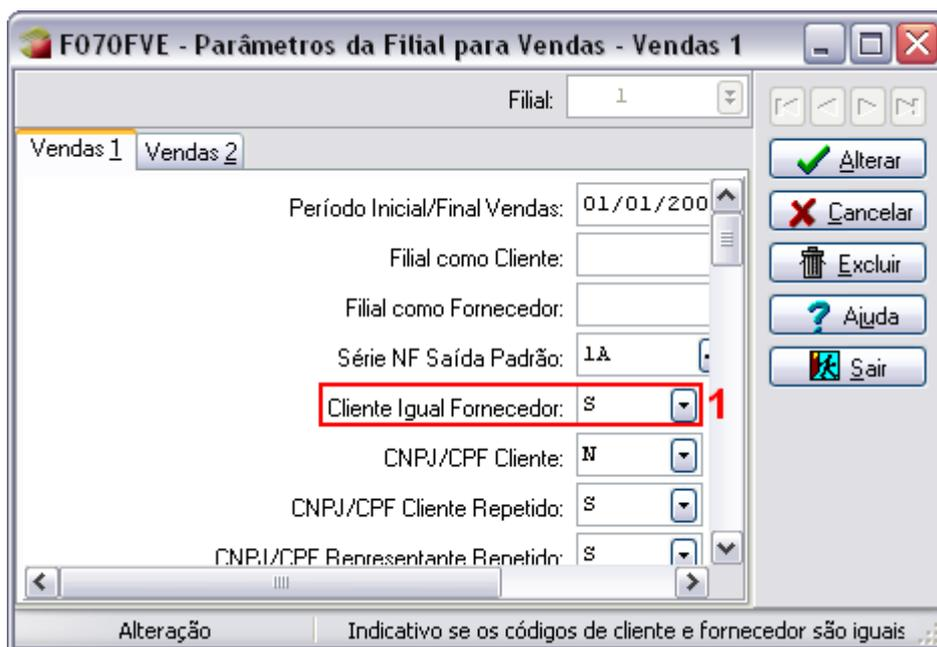

Figura 7
Podemos configurar em - Cadastros > Filiais > Parâmetros por Gestão > Vendas e Faturamento na aba “Vendas 1” (figura 7), o campo “Cliente Igual a Fornecedor” (1), com Sim e sempre será gerado um Fornecedor para cada Cliente, sendo o recíproco verdadeiro.
Estes parâmetros marcados nas figuras 8 e 9 somente estarão ativos caso o parâmetro “Cliente Igual a Fornecedor” mostrado na figura 7 estiver igual a NÃO.